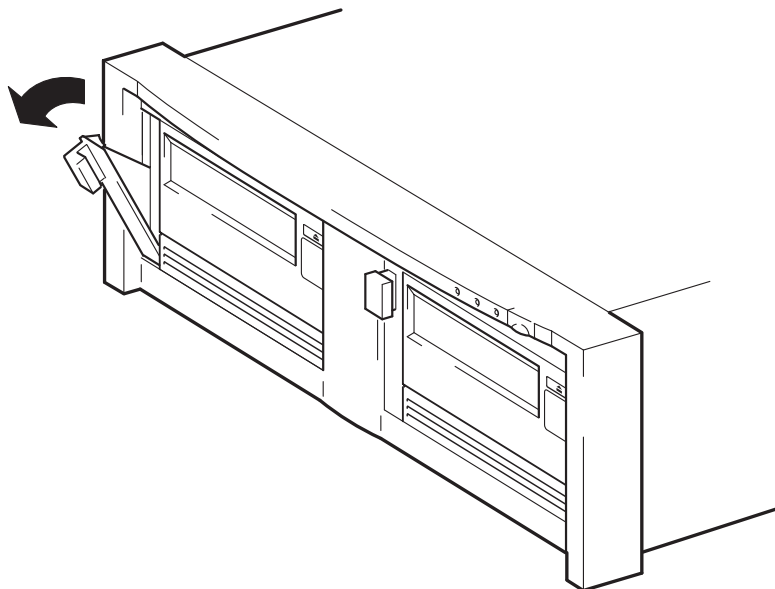

Figura 9a: cómo sacar la palanca de extracción
- 1 Tire de la palanca de extracción de la unidad que desee sustituir de modo que se encuentre en la posición hacia fuera. (Véase la Figura 9a.)